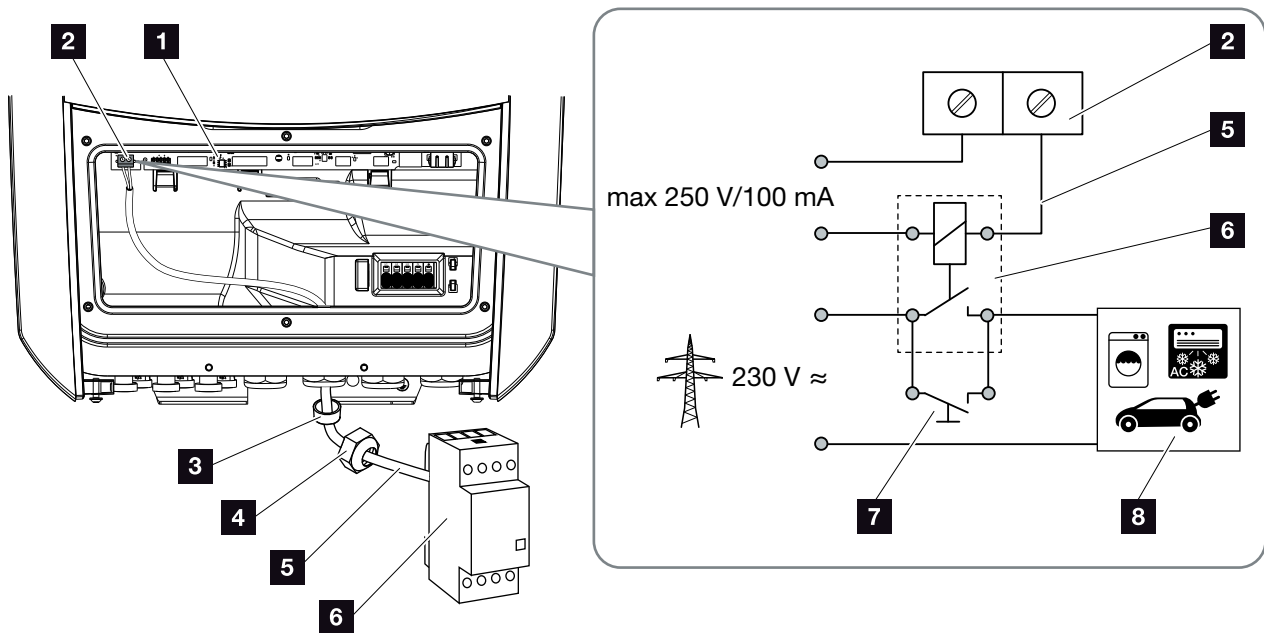

Fig. 65: Elektrisk tilslutning styring af egetforbrug
2. Tilslut belastningsrelæet fagligt korrekt ved tilslutningsklemme styring af egetforbrug ved Smart Communication Board (tilspændingsmomenter: 0,5 Nm).  **Fig. 65 Pos. 2**